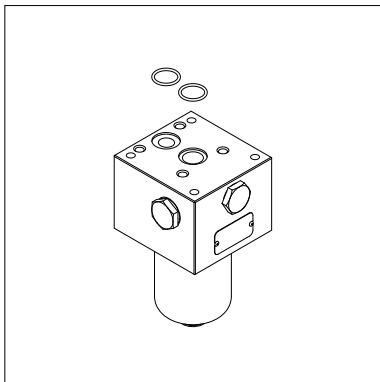

fig. 16
- (Fig. 16) Sostituire gli O-ring del manifold